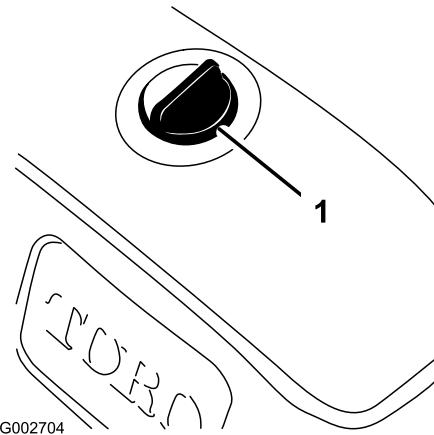

Figura 8
3. Pulite attorno al tappo del serbatoio dell'olio idraulico per impedire l'ingresso di corpi estranei nel serbatoio (**Figura 8**).